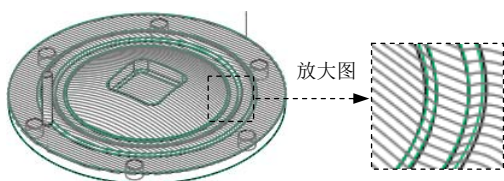

图 19.4.30 刀具路径
Step3. 单击“播放路径”对话框中的[▶]按钮，可以观察刀具的路径，如图 19.4.30 所示。